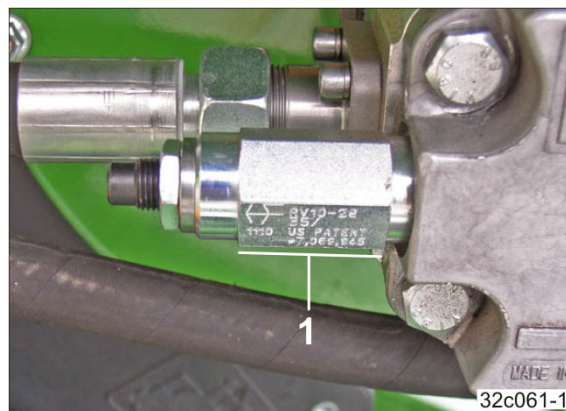

Fig. 170
- 2.2 Supapă de limitare a presiunii cu contur exterior hexagonal (Fig. 170/1)